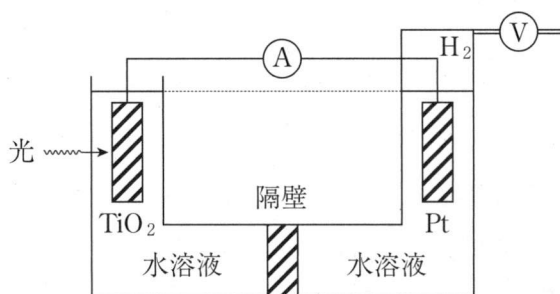

図1 光化学反応装置
水酸化ナトリウム水溶液と塩酸を図1のような反応容器にそれぞれ分けて入れておき、 TiO_2 電極^①に光を照射すると、 $[\text{TiO}_2]^+$ により陰イオンが酸化され O_2 が生成する。光照射により $[\text{TiO}_2]^-$ として生成した電子は Pt 電極に移動し陽イオンを還元して H_2 を生成する。光化学反応装置の中央には、予め塩基による中和により水素イオンを **D** イオンに交換してある **キ** 交換樹脂でできた隔壁を置いている。この隔壁は半透膜の性質をもち、水のほかに **D** イオンも透過できる。水の光分解により、水素燃料として 286 kJ/mol のエネルギーが得られるが、この光反応プロセスにより得られているエネルギーは **E** kJ/mol である。